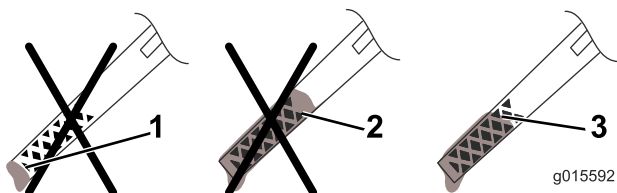

Figure 16
3. Sortez de nouveau la jauge et vérifiez le niveau d'huile. Figure 16 indique comment lire la jauge.